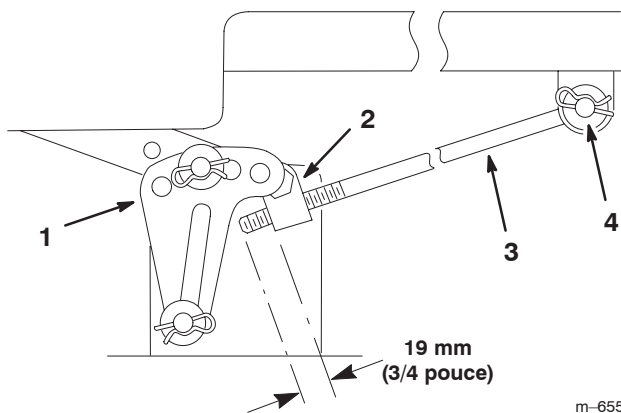

Figure 39
5. Mesurez la longueur de tige qui dépasse du bloc de réglage sur les côtés du châssis (Fig. 39).
6. Si la longueur n'est **pas** égale à 19 mm (3/4 pouce), retirez la goupille fendue et la rondelle de l'extrémité de la tige (Fig. 39), puis vissez ou dévissez la tige jusqu'à obtention de la longueur requise (19 mm ou 3/4 pouce).